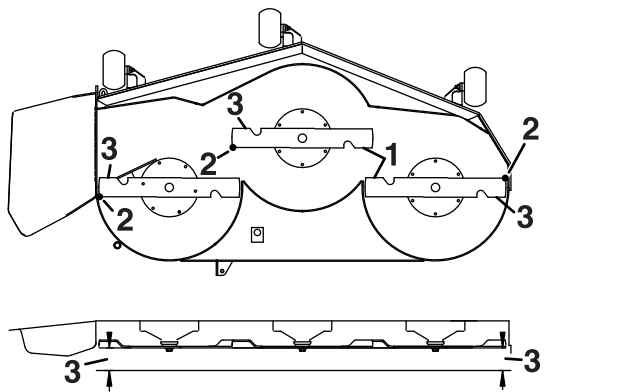

Figura 72
4. Meça entre as extremidades de corte exteriores e a superfície plana (Figura 72).